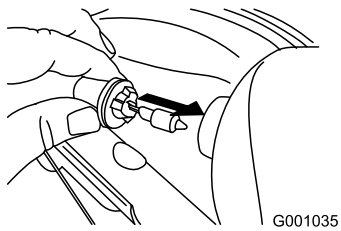

Figure 66
4. Introduisez une ampoule neuve dans le phare par l'arrière (Figure 66).